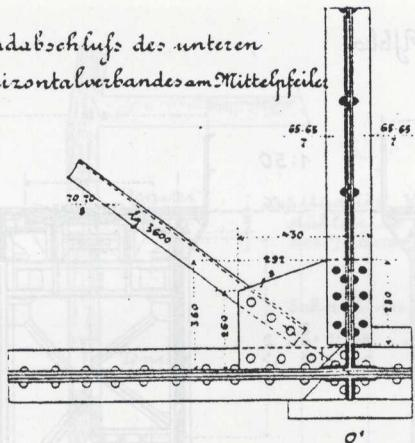

Bild 5
- Bild 5 Ausschnitt Stahlbauzeichnung